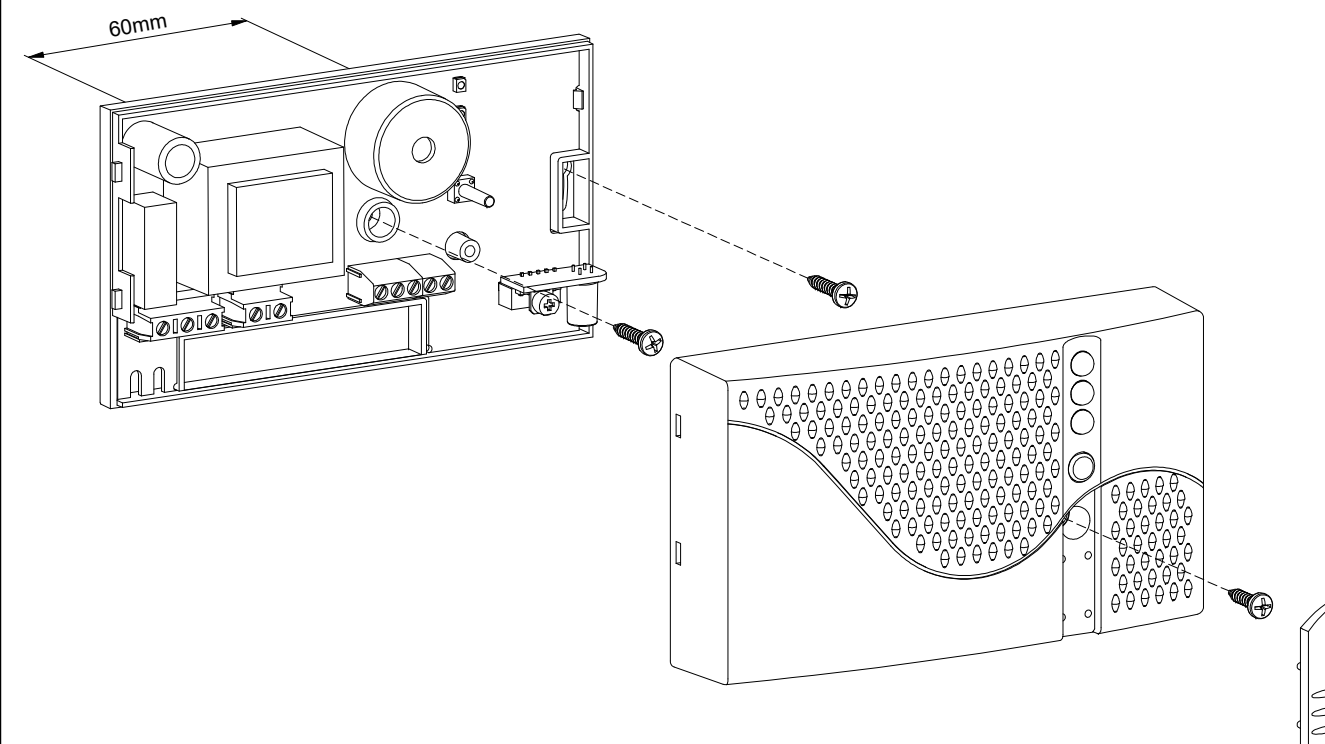

Fig. 2: Ejemplo de instalación de un SEGUGIO plus -
3. Quitar la tapa como indica la Fig. 2.